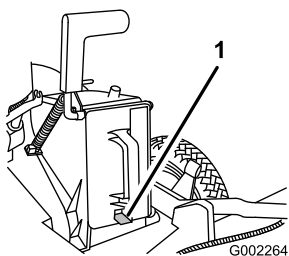

Figura 6
3. Inserte el tapón hasta el fondo, hasta que el clip en la parte inferior del tapón se enganche, fijando el tapón firmemente en el conducto de descarga (Figura 6).